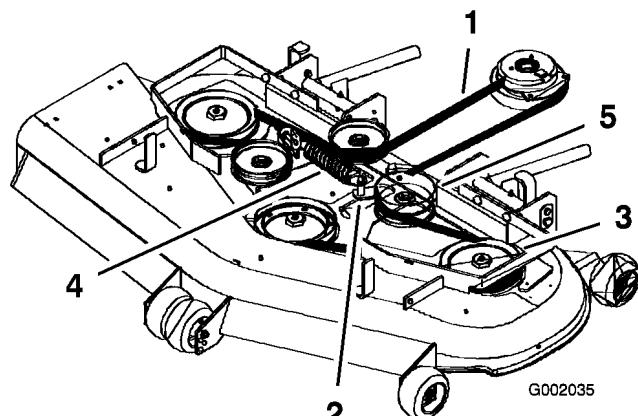

Figure 46
Remarque: Commencez à la poulie extérieure et tournez la courroie pour la déchausser (Figure 46).
8. Remettez la poulie de tension en place et installez la courroie sur les autres poulies (Figure 46).